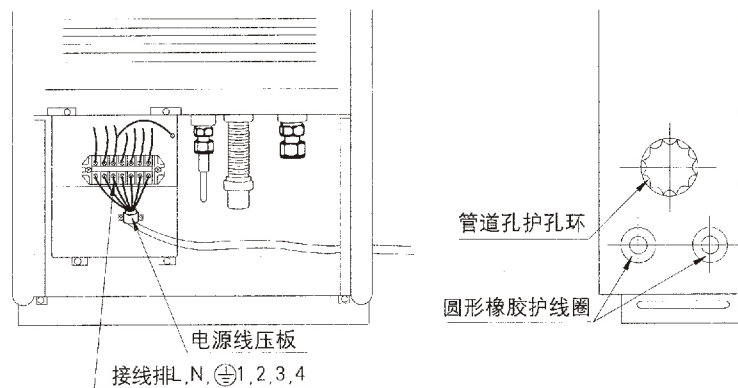

图 14 （此图仅作参考）
- (1) 拆下室内机下部的维修面板：拆下维修面板下部的 2 个螺钉，然后向下拉出维修面板。
- (2) 按图 14 所示，根据电气原理图进行接线。